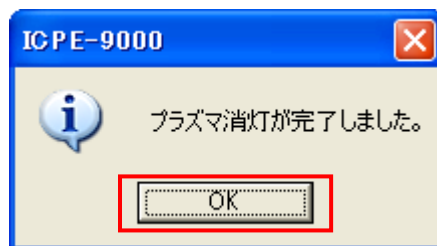

図 78
- ③ 「プラズマ消灯が完了しました」の表示画面が出れば消灯完了。 図 78